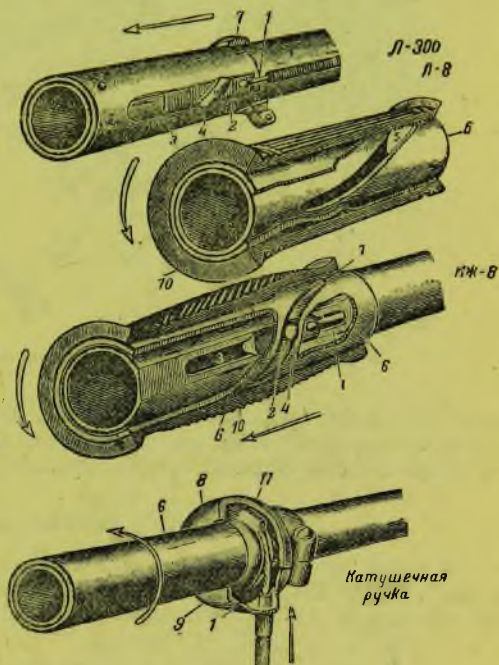

Рис. 200. Ручки управления газом
Устройство вращающихся ручек руля показано на рис. 200. При винтовой ручке ТИЗ-АМ-600, ИЖ-8, Л-300, Л-8) передача движения тросу (1) осуществляется ползуном (2), который может перемещаться лишь вдоль ручки по соответствующему прорезу (3); ползун (2) получает движение через выступ (4), входящий в винтовую прорезь (5) поворачивающейся трубки (6). Более совершенной конструкцией таких ручек нужно признать катушечную, устанавливаемую на мотоцикле МЛ-3, которая передвигает трос (1) путем наматывания его на барабанчик (11), выточенный за одно целое с трубкой (6), находящейся в резиновом чехле. Закрепление всей ручки на руле производится корпусом — хомутиком, состоящим из двух половинок (8) и (9), стягиваемых болтами.